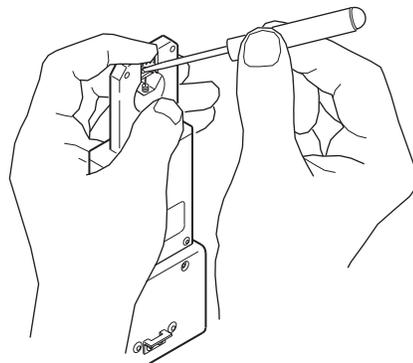

図 12：アーク・ギャップを設定する
5. 電極の先端が下に向くように、マイクロ・ウェルド・ヘッドを固定します。電極固定ねじを緩めると、電極が落下してアーク・ギャップ・ゲージに当たります (図 12)。